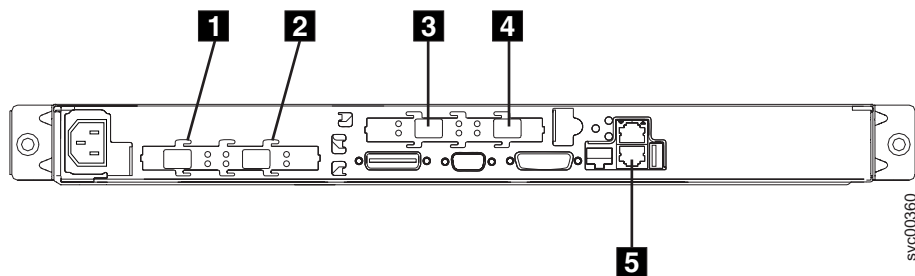

図 99. SAN ボリューム・コントローラー 2145-4F2 の後部にあるコネクタ
1. 図 99 の **5** をイーサネット・ケーブルをイーサネット・ポート 1 に接続します。